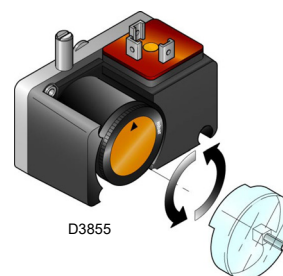

Fig. 32
- Regular el presostato gas de mínima (Fig. 32 en la pág. 29) en inicio de la escala.
Regular el presostato gas de mínima después de haber efectuado todas las demás regulaciones del quemador con el presostato regulado a inicio de escala (Fig. 32).